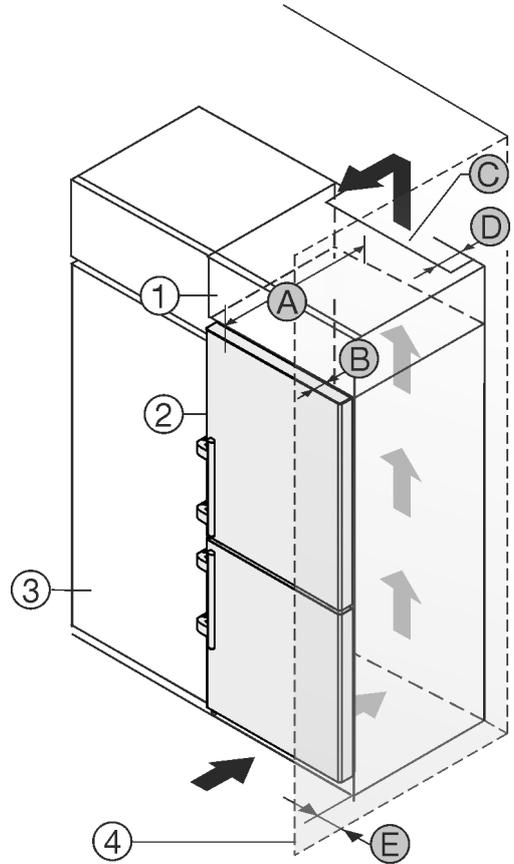

Fig. 47
此冰箱可安装在橱柜内。为了使冰箱 Fig. 47 (2)与橱柜高度一致，可在冰箱上面放置一个附加柜 Fig. 47 (1)。
如果冰箱直接安放在橱柜 Fig. 47 (3)旁边，至少需要与冰箱保持 5cm 的距离。为了能完全打开门，冰箱必须凸出橱柜正面一定深度 Fig. 47 (B)。根据橱柜的深度，使用壁距调整垫片可以使冰箱更为凸出。
- 在附加柜背面必须有一个竖风道，其深度 Fig. 47 (D)应超过整个附加柜宽度。
- 盖板下必须保有通风横截面 Fig. 47 (C)。
如果将带铰链的冰箱放置在墙壁 Fig. 47 (4)边, 冰箱和墙壁必须保有距离 Fig. 47 (E)。这取决于冰箱门打开时把手与墙壁的距离。